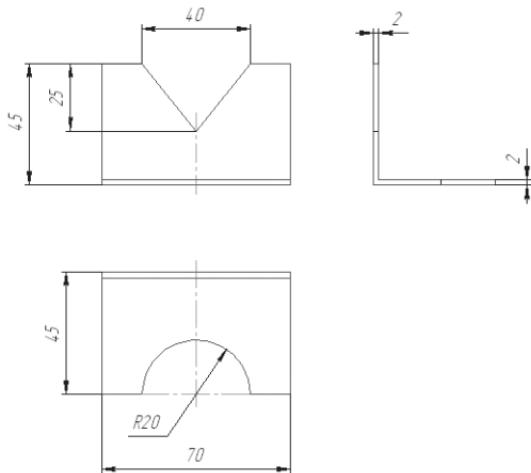
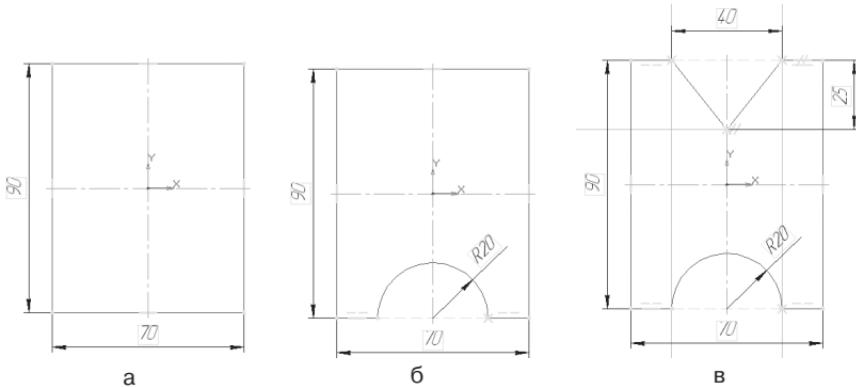

Рис. 404
Рис. 405
Создайте модель детали по чертежу (рис. 404).
- постройте – прямоугольник по центру и вершине (центр начала координат) с осями высотой 90 мм (на главном виде высота 45 мм и на виде сверху ширина 45 мм см. рис. 404) и шириной 70 мм (на виде сверху длина детали 70 мм) – рис. 405, а;
Редактирование (Компактная панель), команда – **Усечь кривую**) – рис. 405, б;
- с помощью параллельных прямых и непрерывного ввода объекта достройте верхнюю часть эскиза и отредактируйте (рис. 405, в);
- на Компактной панели выберите кнопку переключения – **Элементы листового тела**, команда – **Листовое тело**. На панели **Свойства** на вкладке **Параметры** укажите направление выдавливания – прямое. В поле **Толщина** введите значение 2 мм (толщина листа показана на виде слева см. рис. 404);